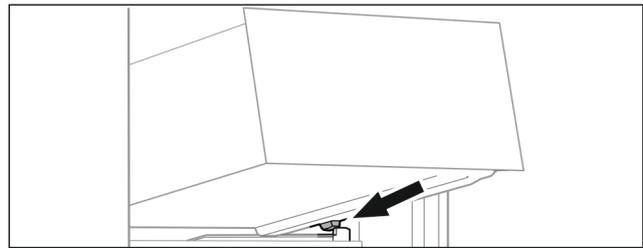

Fig. 20
- ▶ Placer le tiroir, en l'inclinant, derrière les butées sur la nervure de récipient Fig. 20 (1).